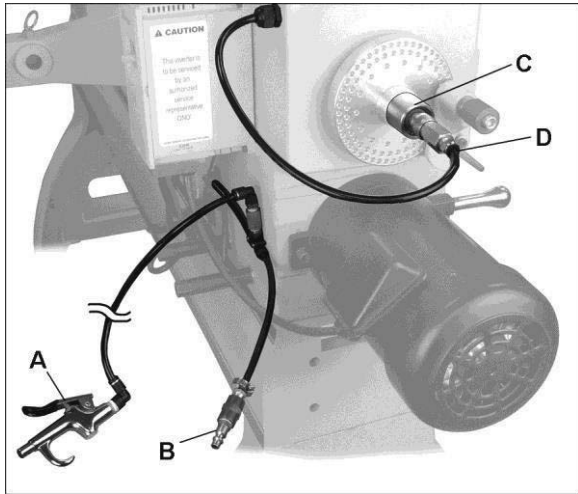

Abb. 13
Verbinden Sie den Schlauch der Druckluftpistole (A, Abb. 13) mit dem T-Anschluss (B).